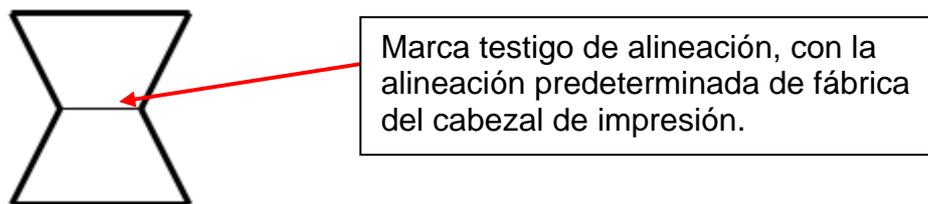

Imagen 5: ajuste predeterminado.
- 3.3.** Al alinear el cabezal de impresión, compruebe que los **dos** lados del cabezal de impresión empiezan en la posición predeterminada de fábrica con la marca testigo de alineación en el centro de la ventana de inspección como se muestra en la imagen 5.